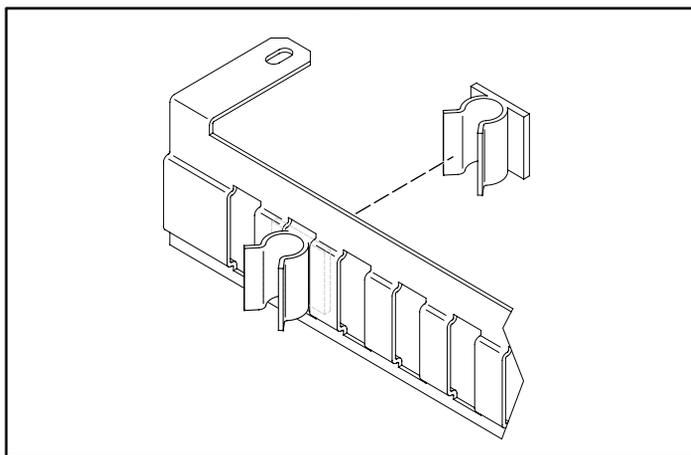

Figura 13: Instalación de las pinzas para cable
- Para las bibliotecas ESL9000 de 8 unidades, instale cuatro pinzas para cable en cada grapa de cable, empezando por la segunda posición desde el extremo izquierdo de la grapa (consulte la Figura 13).